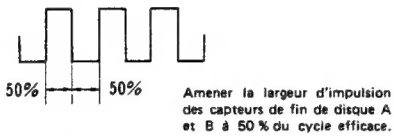

Fig. 14-3 Forme d'onde de sortie 1
- 5. Tout en veillant à ce qu'aucune lumière extérieure n'atteigne le capteur, régler VR1 et VR2 de manière à ce que la forme d'onde de sortie (impulsion) pour les capteurs A et B soit d'environ 50 % du cycle efficace (Fig. 14-3, 14-5).